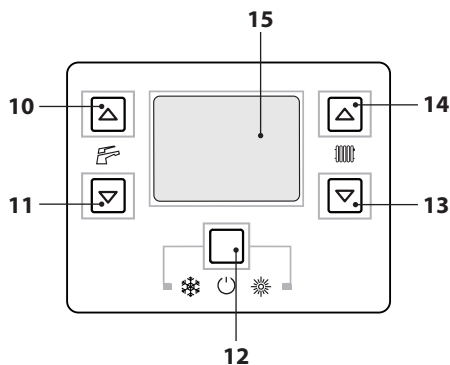

Рисунок 2.3
• Нажать и удерживать в течение 2 секунд кнопку 12, пока на дисплее не появятся символы  и  (Рисунок 2.3).